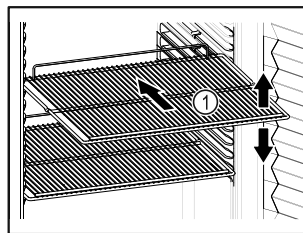

Fig. 64 Representación a modo de ejemplo
- ❑ Si los estantes de rejilla Fig. 64 (1) se pueden colocar en distintas posiciones, ajustarlos en altura.